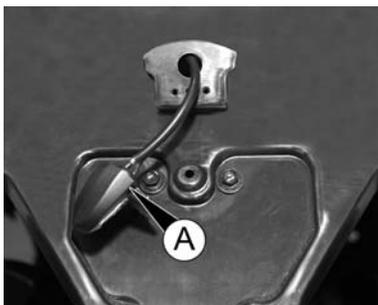

fig. 6
- déposez tout l'ensemble lampe-douille A fig. 6 du couvercle en plastique ;
- introduisez l'ensemble lampe-douille A fig. 6 à l'intérieur du couvercle en plastique ;